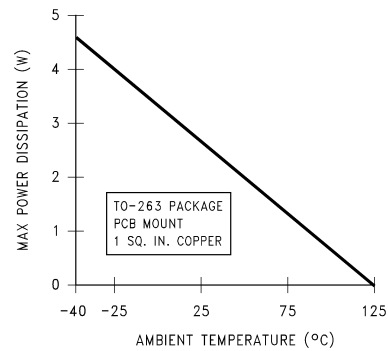

FIGURE 4. Maximum Power Dissipation vs. T_{AMB} for the TO-263 Package
デザインの補助として、Figure 4 は TO-263 の周囲温度と最大許容消費電力を示した図です ((JA) を $35 \text{ } ^\circ\text{C/W}$ 、最大接合部温度は $125 \text{ } ^\circ\text{C}$ と仮定しています)。